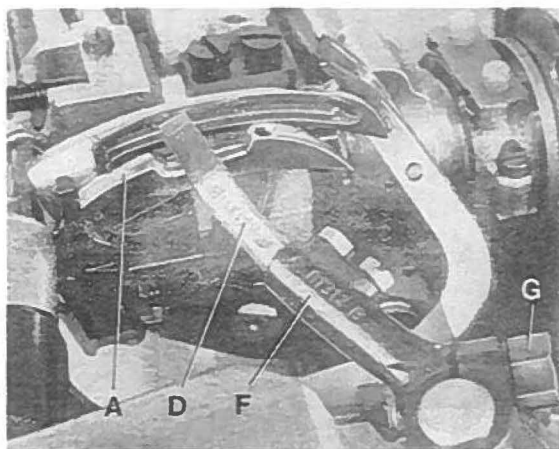
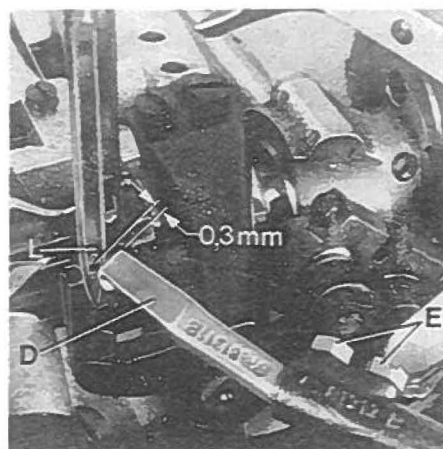

Fig.14
Fig.15
When rotating the handwheel in sewing direction cross looper (O, Fig. 14) should swing as close as possible in the recess behind the eye over the double locked stitch looper (A) without contacting it.
At the left end of its swing motion cross looper (D, Fig. 15) must be positioned so that the left needle (L) securely stitches into the thread loop hanging around the hook of cross looper (D). In front of the left needle the cross looper should pass in a distance of 0,3 mm (.012 in.) (see Fig. 15).
Beim Drehen des Handrades in Nährichtung soll der Quergreifer (D, Fig. 14) so dicht wie möglich in der Aussparung hinter dem Ohr über den Doppelkettenstichgreifer (A) schwenken, ohne diesen zu berühren. Am linken Ende seiner Schwenkbewegung muß der Quergreifer (D, Fig. 15) so stehen, daß die linke Nadel (L) sicher in die um den Haken des Quergreifers (D) hängende Fadenschleife einsticht. Vor der linken Nadel soll der Quergreifer in einem Abstand von 0,3 mm vorbeischnellen (siehe Fig. 15).
After loosening the two screws (E, Fig. 15) the 0,3 mm (.012 in.) distance to the left needle is adjustable. Retighten screws on the flat of the cross looper shank.
After loosening clamp screw (G, Fig. 14) cross looper lever (F) can be raised or lowered for setting the height of cross looper (D) with respect to the double locked stitch looper (A) and it can be tilted to the right or left for adjusting the swing motion of the cross with respect to the left needle. Retighten clamp screw.
Nach lösen der beiden Schrauben (E, Fig. 15) kann der 0,3 mm Abstand zur linken Nadel eingestellt werden. Ziehen Sie die Schrauben wieder auf der Befestigungsfläche des Quergreiferschaftes fest.
Nach lösen der Klemmschraube (G, Fig. 14) kann der Quergreiferhebel (F) nach oben oder unten verschoben werden, um die Höhe des Quergreifers (D) zum Doppelkettenstichgreifer (A) einzustellen und nach rechts oder links geschwenkt werden um die Schwenkbewegung des Quergreifers im Bezug zur linken Nadel einzustellen. Ziehen Sie die Klemmschraube wieder fest.